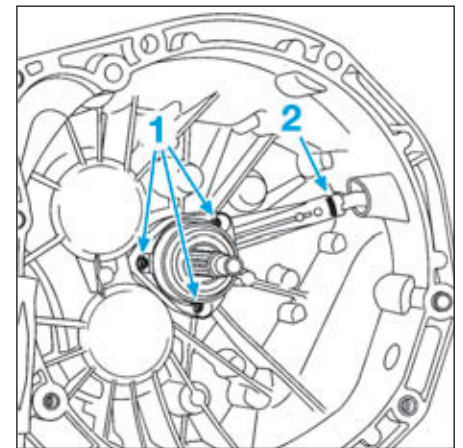

FIG.5
- Déposer les trois vis (1) (Fig.5) de la butée sur le carter d'embrayage.
- Dégrafer la butée d'embrayage de sa canalisation en (2).